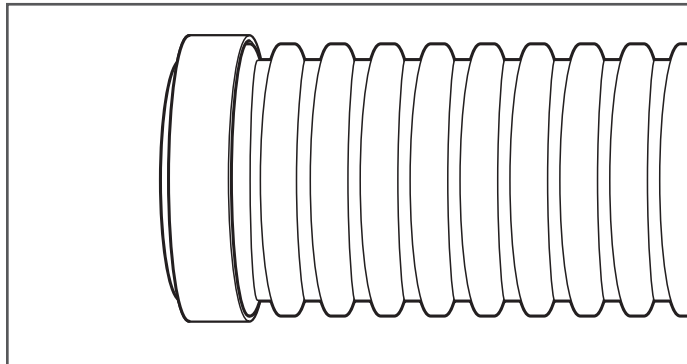

Figure 23-9
7. Ébarbez la face du conduit uniformément dans le creux d'une ondulation. Installez le collier de serrage en caoutchouc dans le creux de la première ondulation. Glissez le conduit dans le raccord d'entrée jusqu'à ce que la face de la bague de serrage en caoutchouc affleure la face du corps du raccord d'entrée (Figure 23-9).